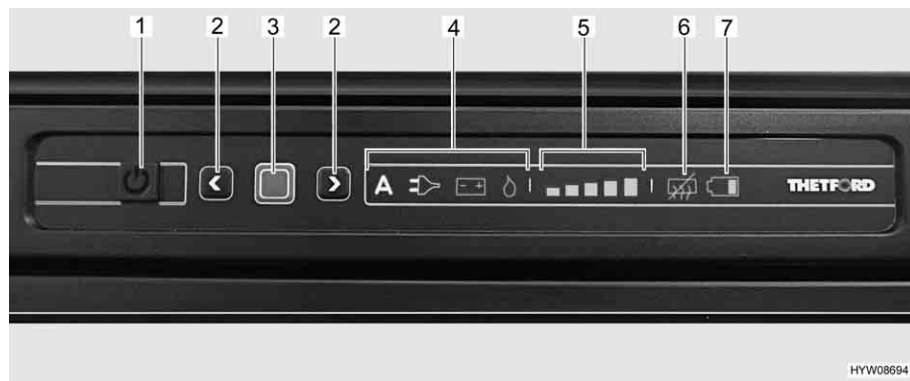

Fig. 226 Quadro comandi LED (frigorifero Thetford)
- Premere il tasto On/Off (Fig. 226,1) per 1 secondo. Il tasto si illumina di verde. Dopo circa 10 secondi, l'indicatore viene attenuato per risparmiare energia.
- Premere il tasto di conferma (Fig. 226,3). Viene visualizzata l'ultima modalità di funzionamento selezionata.
- Premere il tasto di conferma (Fig. 226,3) per circa 2 secondi. I simboli della modalità di funzionamento lampeggiano.
- Selezione manuale dell'energia: Selezionare le fonti di energia desiderate con i tasti freccia (Fig. 226,2).
- Sistema automatico di selezione di energia (solo per modelli con selezione automatica dell'energia): Selezionare la modalità di funzionamento "A" con i tasti freccia (Fig. 226,2).
- Confermare la scelta con il tasto di conferma (Fig. 226,3).
- Premere nuovamente il tasto di conferma (Fig. 226,3). L'indicatore del livello di refrigerazione (Fig. 226,5) lampeggia.
- Per modificare l'impostazione, premere i tasti freccia (Fig. 226,2) fino a visualizzare l'impostazione desiderata.
- Premere il tasto On/Off (Fig. 226,1) per circa 2 secondi. Tutte le spie si spengono. Il frigorifero è spento.
Dopo l'accensione il frigorifero seleziona automaticamente la regolazione del termostato selezionata per ultima. Questa impostazione può essere modificata manualmente con i tasti freccia (Fig. 226,2). Ci vogliono alcune ore prima che il frigorifero raggiunga la temperatura normale di esercizio. Quando si commuta a un'altra modalità di funzionamento, la regolazione sul termostato viene mantenuta.